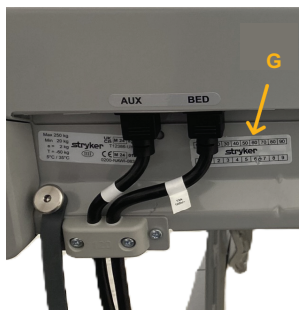

Rysunek 33 – Test tarowania – brak masy
13. Usunąć wszystkie skalibrowane masy z produktu (Rysunek 33).